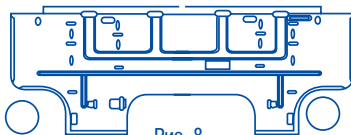

Рис. 8
2) Наметьте место для отверстия с учетом расположения блоков кондиционера. Рекомендуется выполнять отверстие для прокладки трубопроводов и кабелей справа снизу монтажной пластины (см. рис. 8).
2) Прикрепите монтажную пластину к стене, используя винты, входящие в комплект поставки (рис. 8).